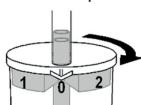

Abb. 2
- Ved normal suging vrir du beholderen til pilen på lokket peker til en åpen stilling («0») (Fig. 2)